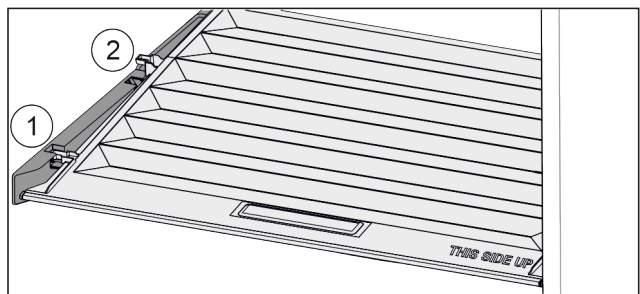

Fig. 141
- ▶ Deckel bis zur Öffnung in den Halteteilen nach vorne ziehen Fig. 141 (1).
- ▶ Hinten von unten anheben und nach oben wegnehmen Fig. 141 (2).